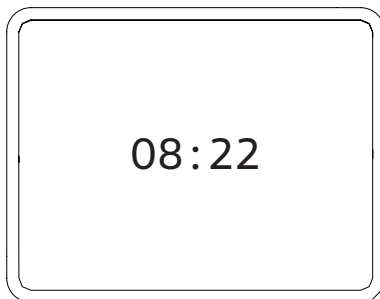

Figura 2.2
- Alimentate elettricamente la caldaia azionando l'interruttore bipolare previsto in installazione. Il display LCD visualizza l'ora corrente Figura 2.2.